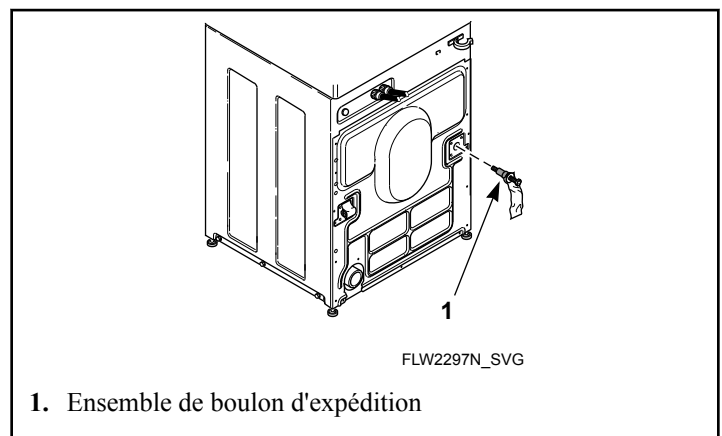

Figure 40
7. Insérer les boulons d'expédition et autres éléments d'ensemble dans chaque trou de boulon d'expédition. Se reporter au *Figure 40*.